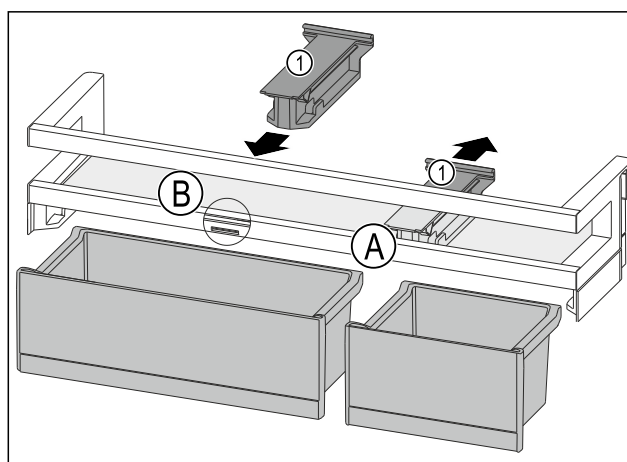

Fig. 157
- Držák Fig. 157 (1) v poloze Fig. 157 (A) stáhněte dozadu.
- Držák Fig. 157 (1) vložte v poloze Fig. 157 (B).